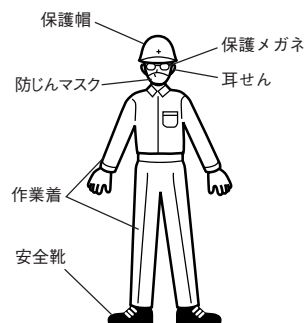

図1
- 作業に適した服装をしてください。(図1)
- 常に保護メガネを着用してください。(図1)
- 大きな騒音を発する場合は耳せんを着用してください。(図1)
- 防塵マスクを着用してください。(図1)